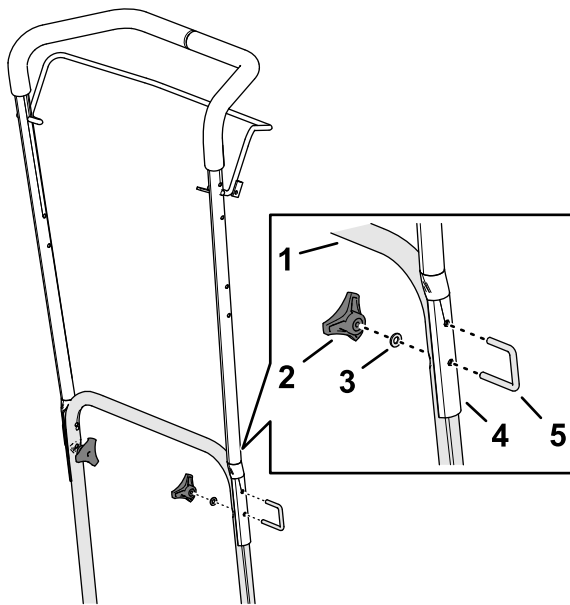

図 8
1. フットストップの穴を、下側ハンドルバーの穴に合わせる図8。